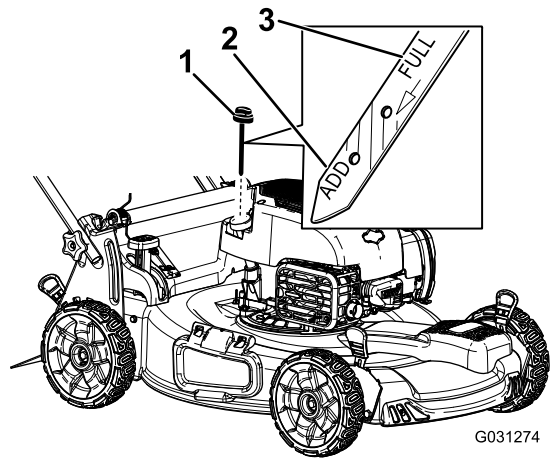

Рисунок 4
1. Извлеките масломерный щуп (Рисунок 4).
2. Медленно заливайте масло в маслозаливной патрубок до соответствующей отметки Full (Полный) на масломерном щупе (Рисунок 4). **Не допускайте переполнения.**